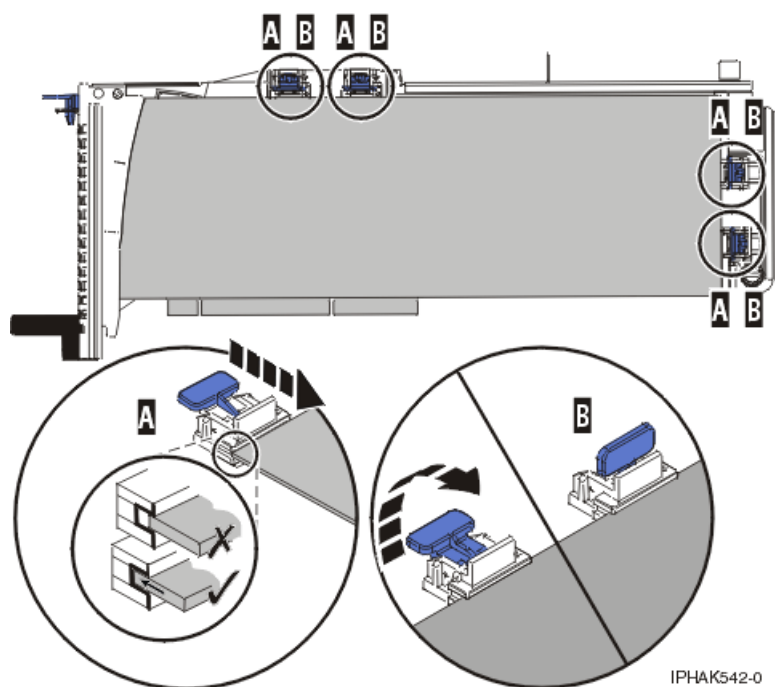

Abbildung 121. Langer Adapter in PCI-Adapterkassette, Halterungen und Stabilisator an korrekter Position
- 3) Bringen Sie die Halterungen **(B)** in Position und verriegeln Sie sie. Siehe Abb. 121.